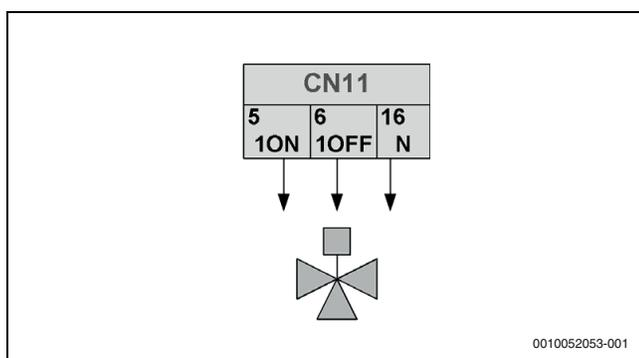

Fig. 78 Vanne 3 voies SV1, signal de commande de type 2
- ▶ Lire attentivement la notice d'installation et d'utilisation de la vanne 3 voies et la monter comme indiqué sur la figure 78.